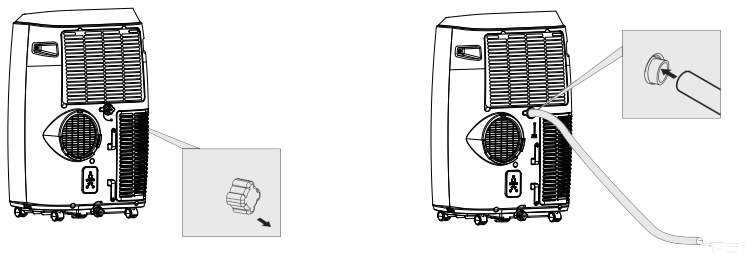

Fig. 10a
A instalação do kit de deslizamento de janelas é principalmente “horizontal” e “vertical”. Como se mostra nas Fig.10 e Fig.10a, comprove o tamanho mínimo e máximo da janela.
1. Instale o kit janela na janela (Fig.10, Fig.10a);